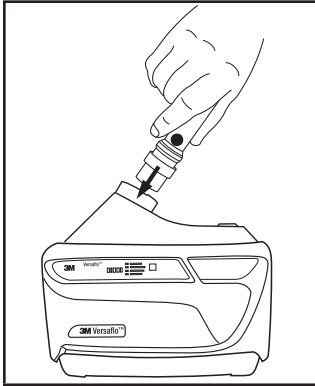

Fig. 16-1 – Conexión del indicador de flujo de aire
- Inserte el indicador de flujo de aire TR-971 en la salida de la unidad de motor/ventilador TR-600. Si el tubo de respiración está en su lugar debe quitarlo para permitir la inserción del indicador de flujo de aire (Fig. 16-1).